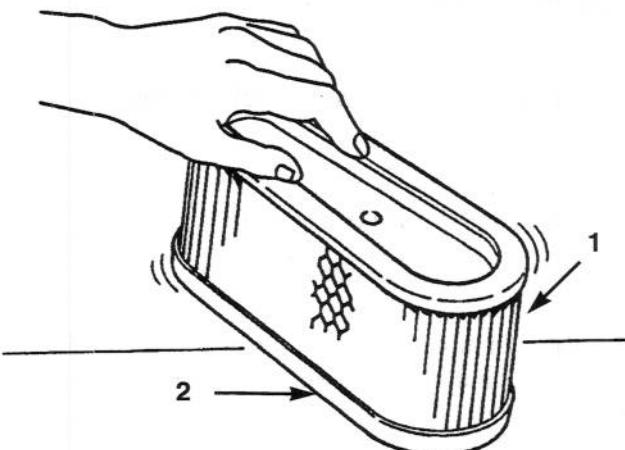

Fig. 32
- Picchiettate leggermente il filtro su una superficie piana per rimuovere polvere e sporco (Fig. 32).